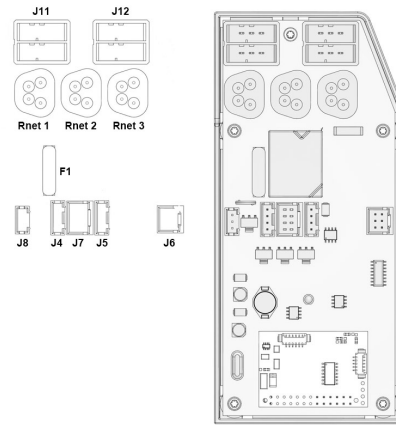

Abbildung 85. ICS-Hauptmodul
4. Verkabelung der AP Sitzhöhenverstellung an das ICS Master Modul anschließen. Sie soll an einen der Kontakte J11 oder J12 angeschlossen sein. Siehe Abbildung. 85.